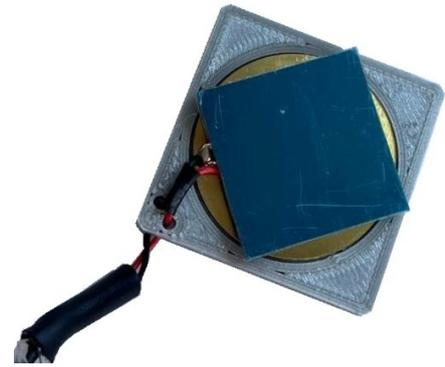

Abb. 18: Auf das Piezoelement aufgeklebte Spiegelplatte
- (27) Kleben Sie das **KLEBEPAD ~ 20MM X 20MM** mittig auf das Piezoelement und anschließend den **VORDERFLÄCHENSPIEGEL 22MM X 22MM** mittig und versetzt auf das Klebepad (Abbildung 18)